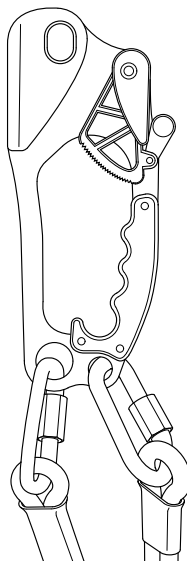

FIG. 2
- 2 Bloquee el brazo de resorte sobre el cuerpo del puño bloqueador (Fig.2)